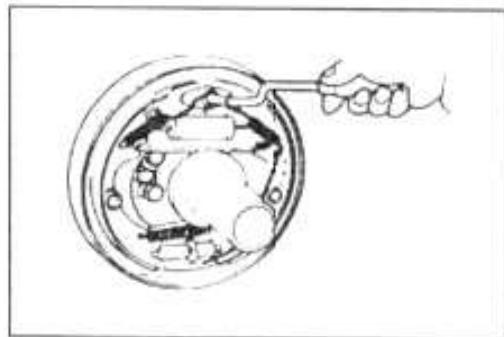

Рис. 6-24
(7) Установите пружину сжатия на рычаг стояночного тормоза, затем установите рычаг на тормозную колодку.
(8) Смонтируйте тормозную колодку на опорную стойку, затем установите возвратную пружину на тормозную колодку. (Рис. 6-24).